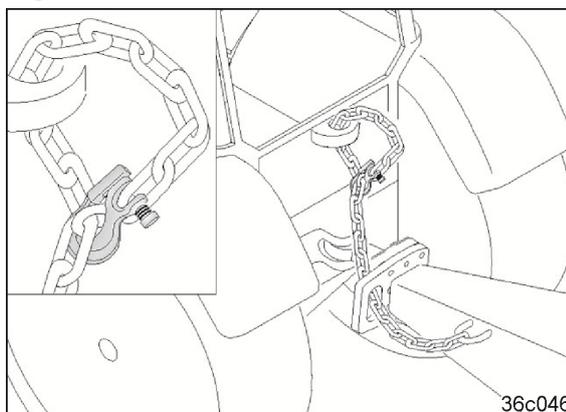

**Fig. 99**
11. Traktorunterlenker soweit anheben, bis der Stützfuß (Fig. 99/1) vom Boden freikommt.
12. Bolzen (Fig. 99/2) entfernen.
13. Stützfuß am Handgriff (Fig. 99/1) hochschieben, mit einem Bolzen abstecken und mit einem Klapstecker sichern.